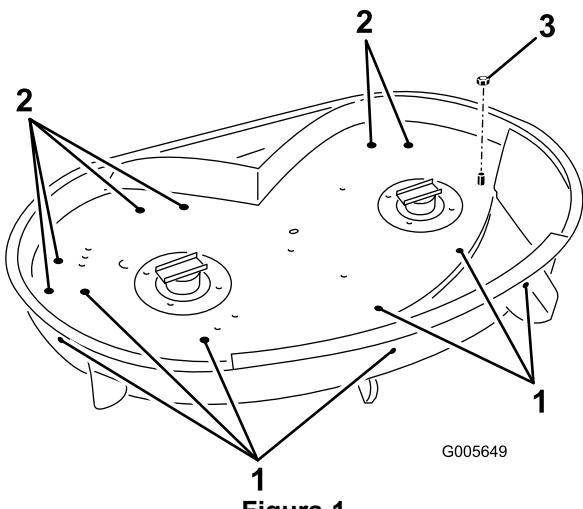

Figura 1
- Individuate i fori illustrati nella Figura 1 e procedete come segue:
6. Rimuovete il dado di blocco (3/8") che fissa la barra di supporto dello scivolo di scarico all'apparato di taglio (Figura 1). Conservatelo per un utilizzo successivo.